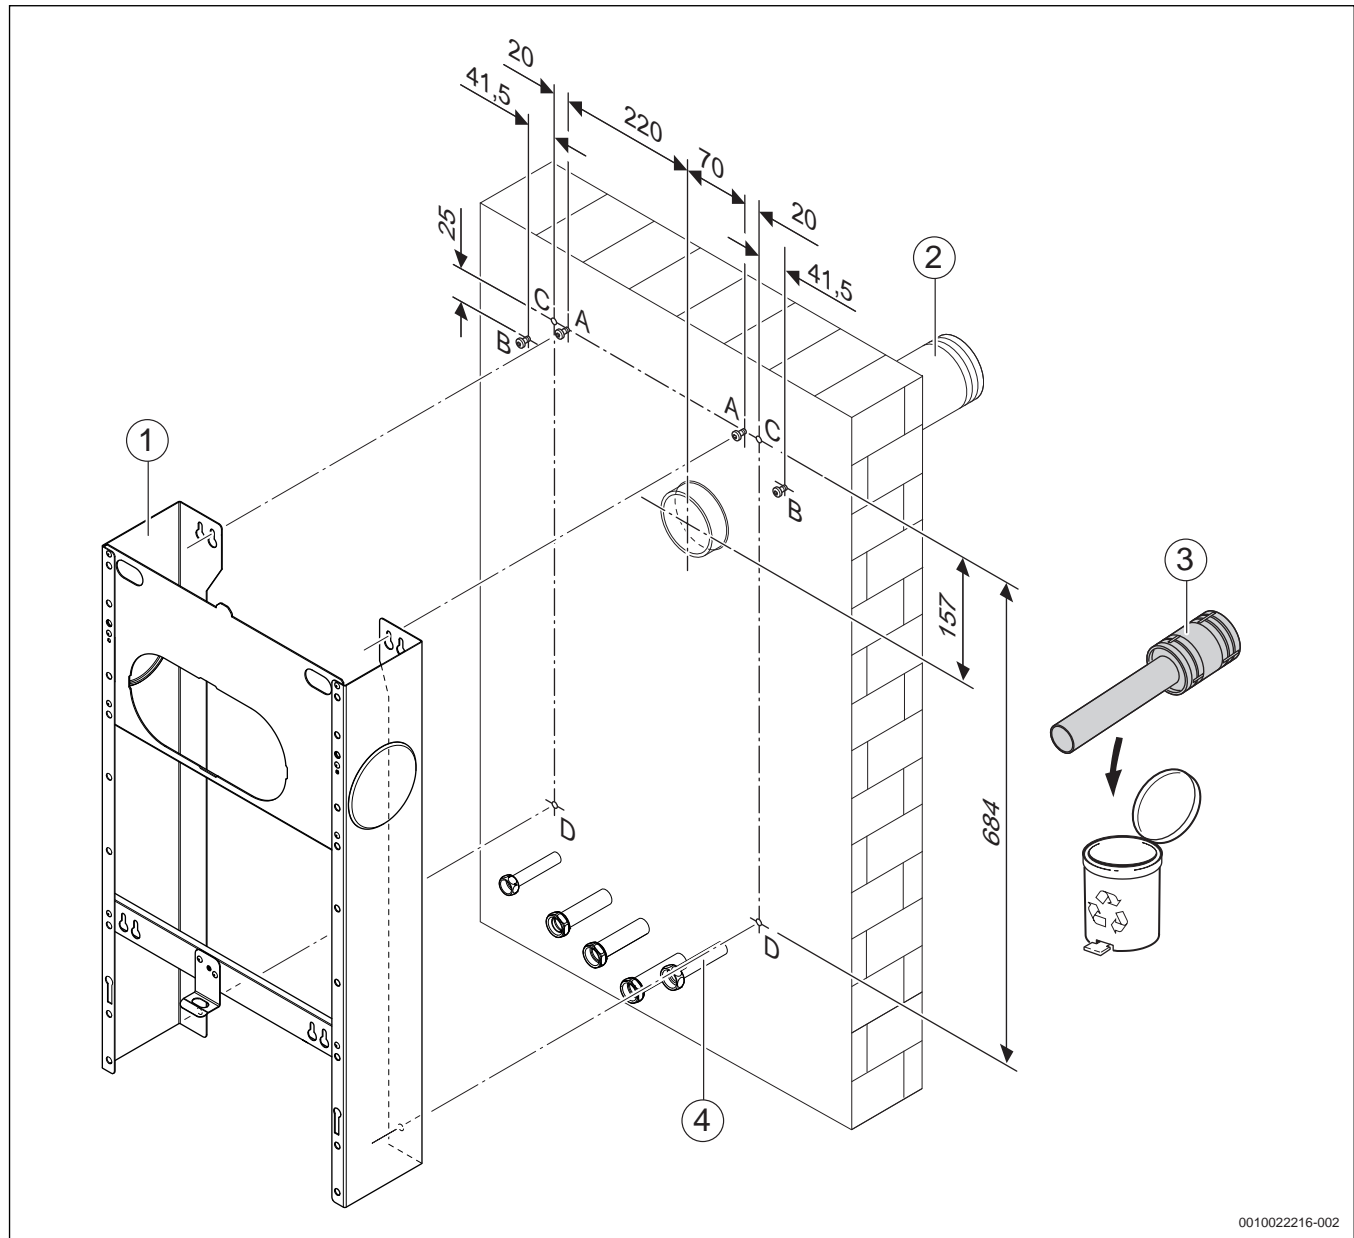

Bild 11 Löcher/Befestigungspunkte Montagerahmen (exemplarisch: Abgasanschluss hinten)
- ▶ Altes Gerät abnehmen, dabei die beiden oberen Schrauben in den Befestigungspunkten A (→ Bild 11) nur lösen, nicht entfernen. Wenn die Befestigungspunkte in gutem Zustand und ausreichend tragfähig für das Gewicht des neuen Heizgeräts sind, können diese wiederverwendet werden.
Wenn die Befestigungspunkte A (→ Bild 11) tragfähig genug sind:
- ▶ Montagerahmen ([1], Bild 11) an den Schrauben aufhängen.
- ▶ Befestigungspunkte D markieren (→ Bild 11).
- ▶ Montagerahmen ([1], Bild 11) an den Schrauben der Befestigungspunkte A aufhängen.
- ▶ Befestigungspunkte C und D markieren (→ Bild 11).
- ▶ Befestigungspunkte C (→ Bild 11) ausmessen und markieren.
- ▶ Montagerahmen ([1], Bild 11) an den Befestigungspunkten C aufhängen.
- ▶ Prüfen, ob der Einbau des neuen Abgasrohrs mit ausreichender Steigung im Außenrohr ([2], Bild 11) möglich ist.